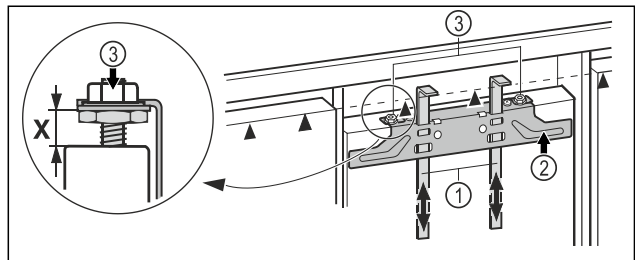

Fig. 44
- ▶ Dosunąć pomoce montażowe Fig. 44 (1) do wysokości drzwi mebla. Dolna krawędź oporowa ▲ pomocy montażowej = górna krawędź montowanych drzwi mebla.
- ▶ Odkręcić poziomą listwę mocującą Fig. 44 (2), odkręcając nakrętki zabezpieczające Fig. 44 (3).